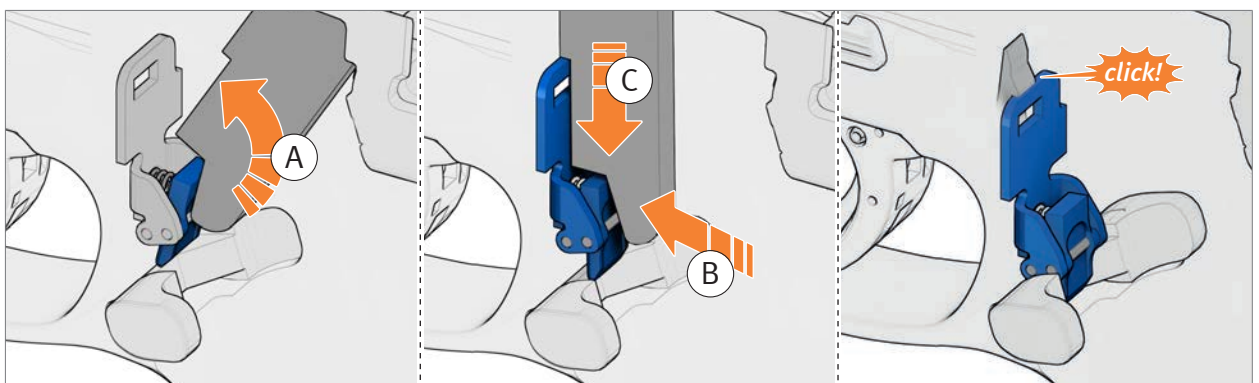

Abb. 38: Magazinhalter einrasten
4. Raststück am Magazinhalter mit dem Werkzeug drücken und halten (Abb. 38).
5. Magazinhalter nach unten schieben bis der Magazinhalter einrastet (Abb. 38).